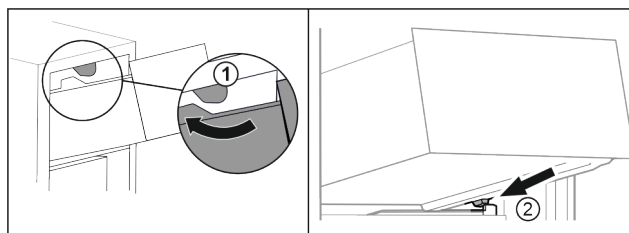

Fig. 133
- Vendoseni sirtarin mbi ndaluesit e sipërm. Fig. 133 (1)
- Vendosni sirtarin pjerrtas prapa ndaluesve të sipërm mbi brinjën e kutisë. Fig. 133 (2)